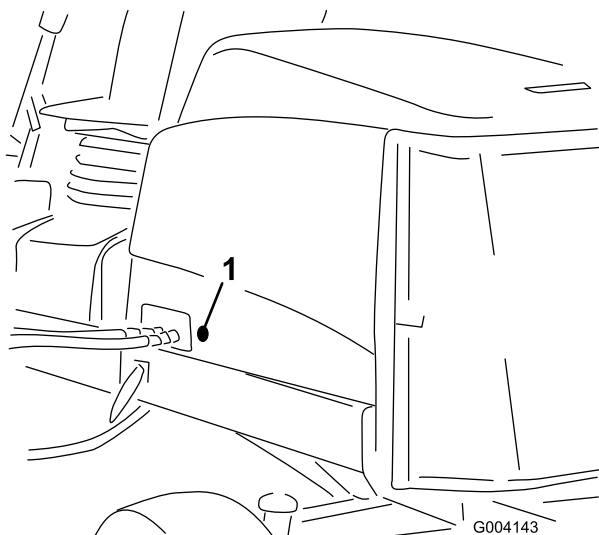

Figura 16
2. Retire o olhal de borracha do orifício do lado esquerdo do capot (Figura 16).